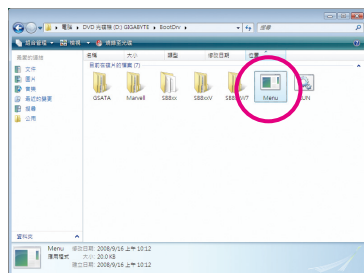
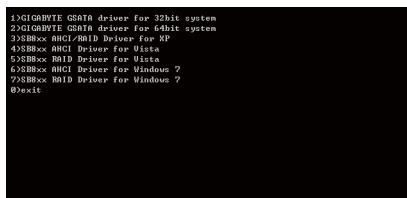

图 3
图4
- 2: 进入光盘中「BootDrv」文件夹，双击「Menu.exe」文件(图3)后会出现「命令提示字符」画面，内含如图4的控制器选单。
- 3: 放入空白软盘。依所要安装的操作系统按下SATA控制器驱动程序代码后再按<Enter>键。以图4的选单为例：